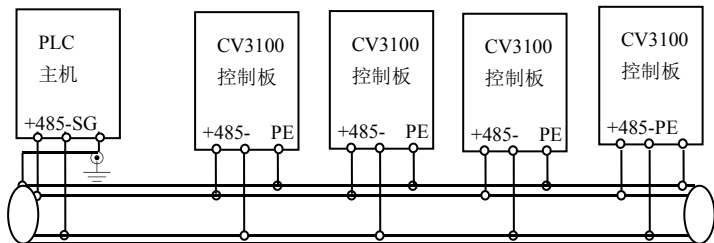
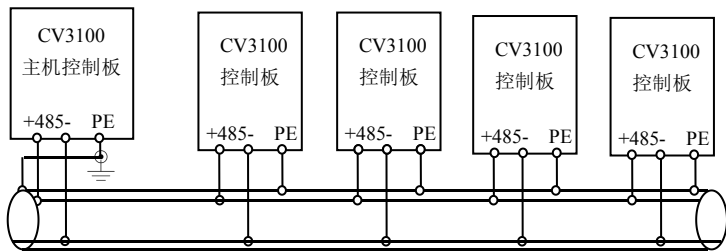

图 3-25 PLC 与变频器多机通信时的接线图(变频器、电机全部良好接地)
图 3-26 变频器多机通信时的接线图(变频器、电机全部良好接地)
(3) 多台变频器可通过 RS485 连接在一起，由 PLC (或上位机) 作主机控制，如图 3-25 所示，也可以其中一台变频器作主机，其它变频器作从机，如图 3-26 所示。随着连接台数的增加，通讯系统越容易受到干扰，建议按如下方式接线：